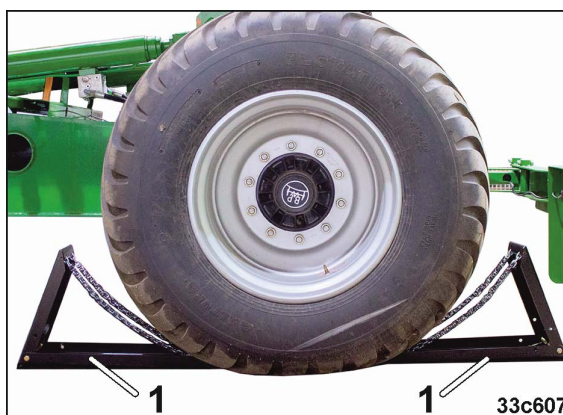

Рис. 96
1. Проверьте, чтобы агрегат был зафиксирован противооткатными упорами для колес (Рис. 96/1).